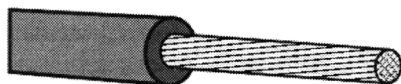

Рис. 2.9. Провод ПВ3
**ПВ3.** Характеристики провода ПВ3 совпадают со свойствами АПВ и ПВ1 (рис. 2.9). Область применения — монтаж участков осветительных и силовых цепей, где необходим частый изгиб проводов: в распределительных щитах, при установке большого количества электроустройств. Применяется также для прокладки электроцепей в автомобилях. Радиус изгиба — не менее 6 диаметров провода.